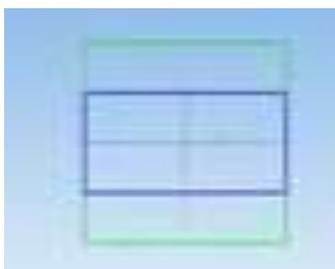

Рисунок 13.4 – Построение прямоугольника по центру и вершине
5. Выберите Прямоугольник по центру и вершине: высота – 25, ширина – 50. Укажите точку в центре системы координат (рисунок 13.4).